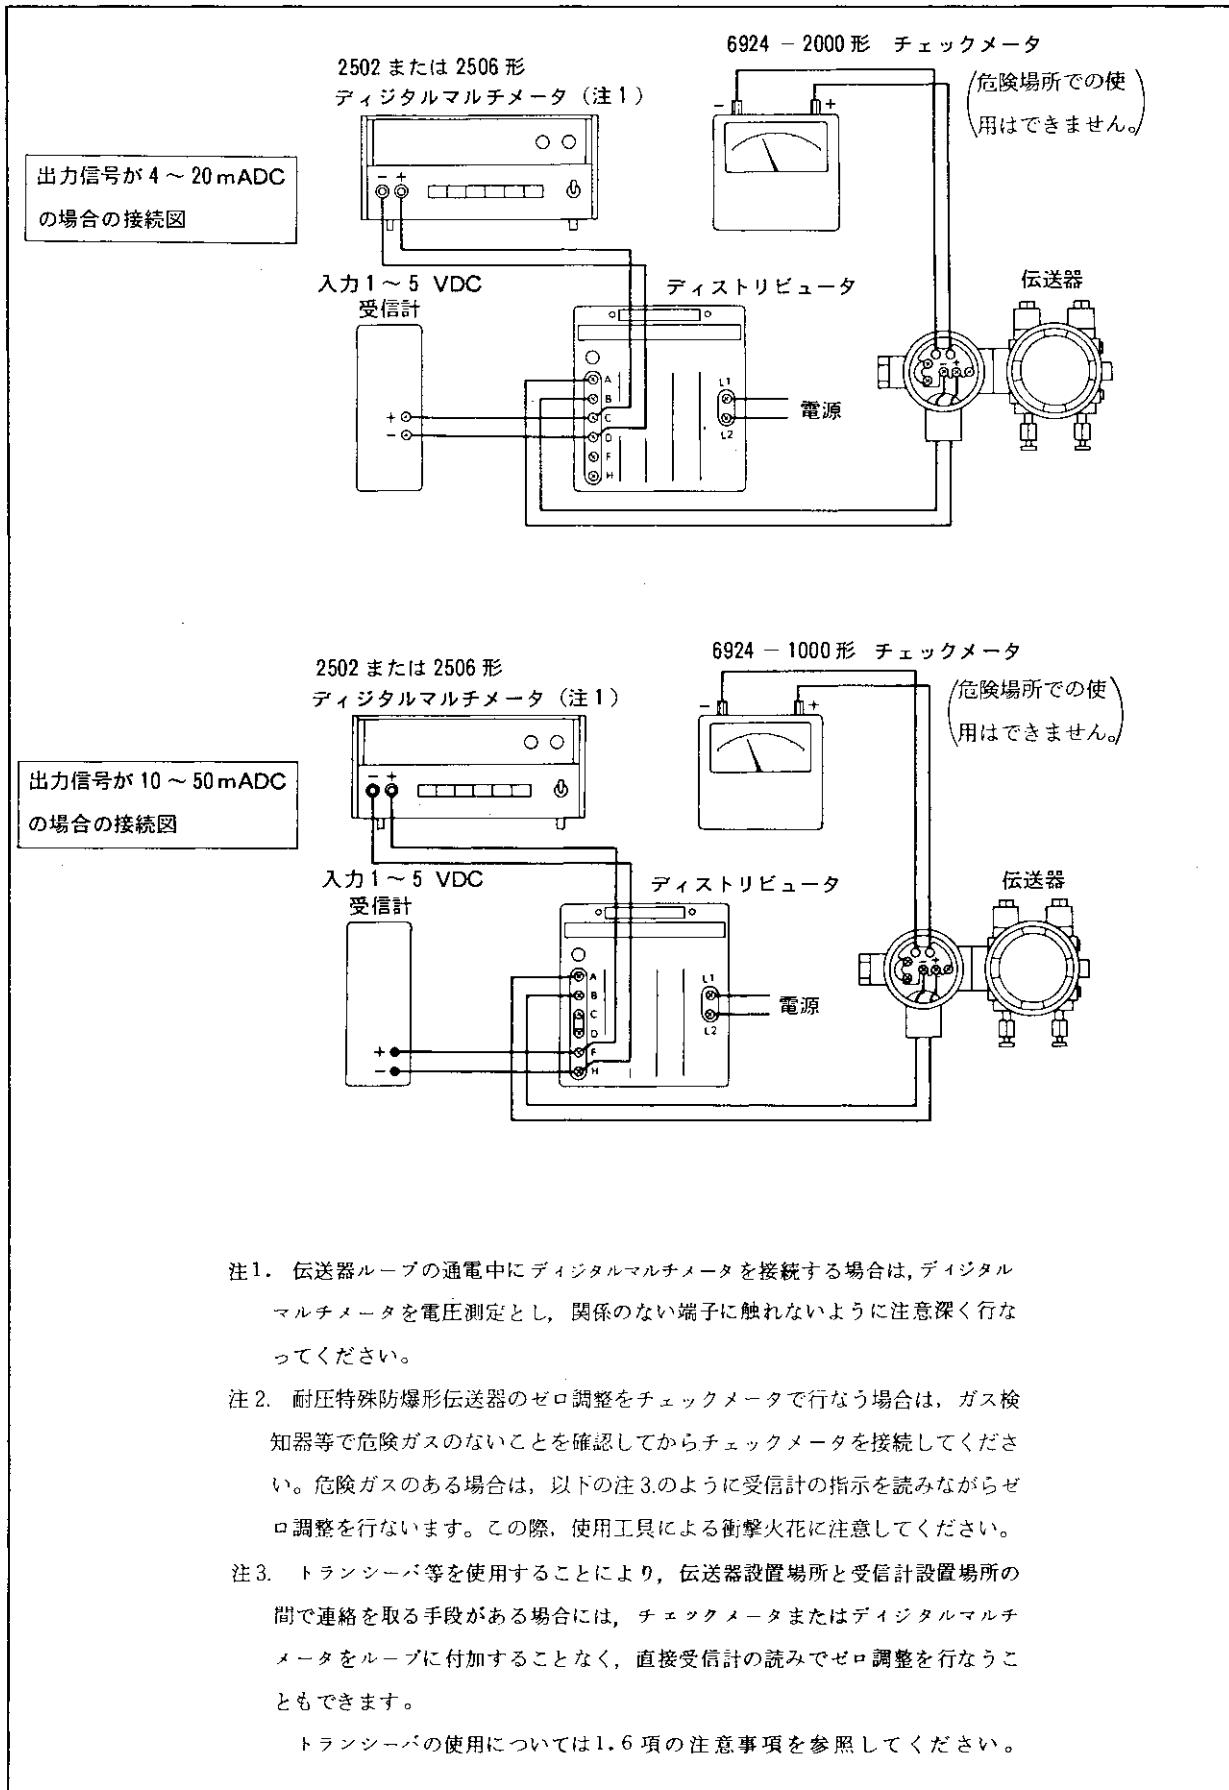
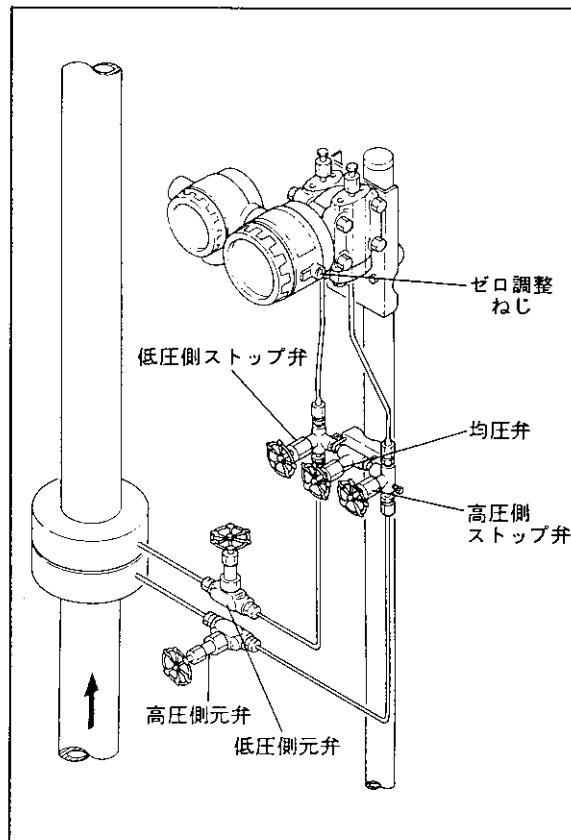

図 5.5 ゼロ調整接続図
図5.6 ゼロ調整
- (1) 図5.5のように接続します。
- (2) 各機器の電源を投入し、5分以上ウォームアップします。
- (3) 高・低圧側の元弁およびストップ弁を閉じ、均圧弁を開けます（図5.6参照）。